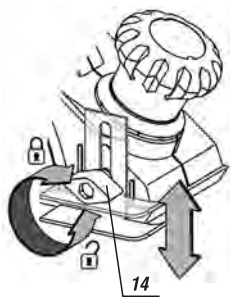

fig. 3 - ajuste da altura da guia lateral
Para ajustar a profundidade do entalhe solte o parafuso lateral (14), e regule-o de acordo com o trabalho a ser realizado, conforme mostra a fig. 3.